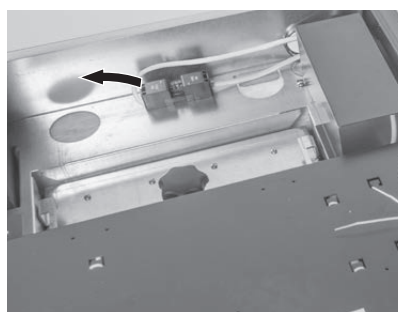

Fig. 67 Geräte-Netzstecker abziehen
- ▶ Bei Reinigungs- oder Reparaturarbeiten Kessel unbedingt spannungslos schalten (z.B. durch Trennen des Netzsteckers) – Fig. 67.
- ▶ Geräte-Netzstecker abstecken – Fig. 67.